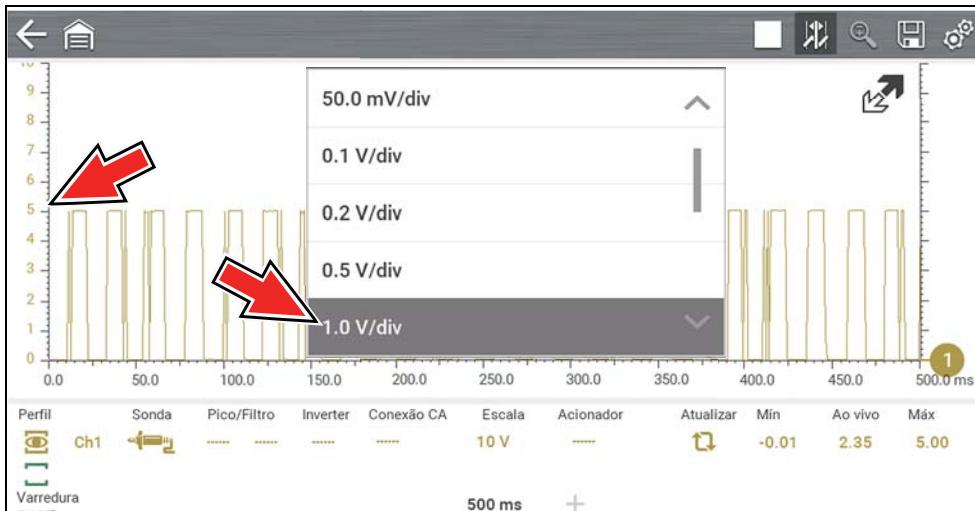

Figura 10-30
**Exemplo (Figura 10-30):** A seleção de 1,0 V/div exibe uma escala vertical dividida por 10. A escala vertical é “sempre” dividida por dez, portanto, cada divisão é incrementada por 1,0 V, portanto, é uma escala de 10 V.